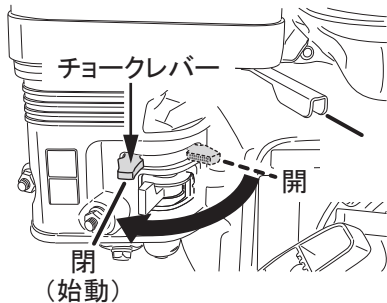

図 10
2. エンジンが冷えている時や始動しにくい場合はのチョークレバーを閉じてください。必要以上にチョークレバーを全閉のままにしておきますと燃料の吸い込み過ぎとなります。(図10)